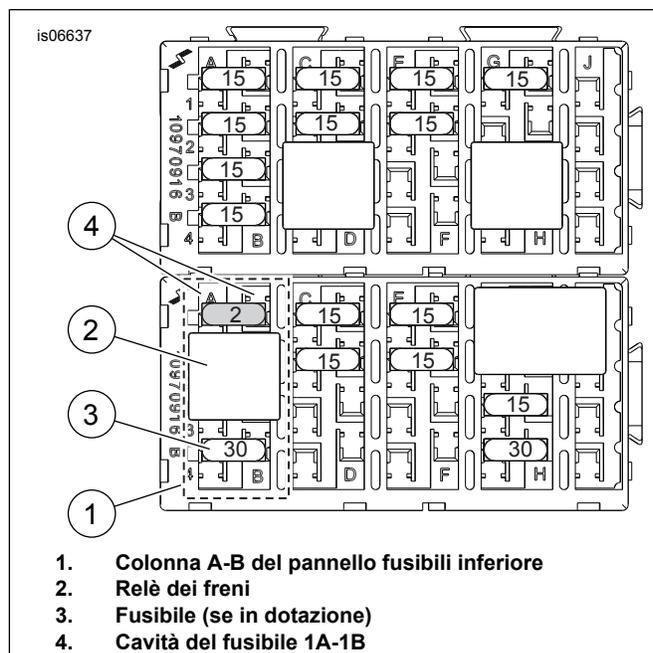

Figura 14. Cavità del fusibile P&A IGN (modelli Touring dal 2008 al 2013)
3. Vedere Figura 14. Individuare la cavità del fusibile 1A-1B (contrassegnata con "P&A IGN", "2A MAX" sul coperchio) sul pannello fusibili inferiore (1). Rimuovere il relè dei freni (2) e il fusibile (3, se in dotazione) effettivamente installati nella colonna A-B, annotandone la collocazione.
7. Inserire il fusibile da 2 A (18), preso dal kit, nella cavità del fusibile 1A-1B (Vedere la figura 14. elemento 4) per chiudere il circuito.